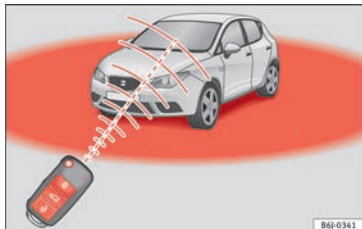

Fig. 132 Område, hvor fjernbetjeningen virker
- Fjernbetjeningen fungerer kun inden for et bestemt virkeområde » **Fig. 132**.